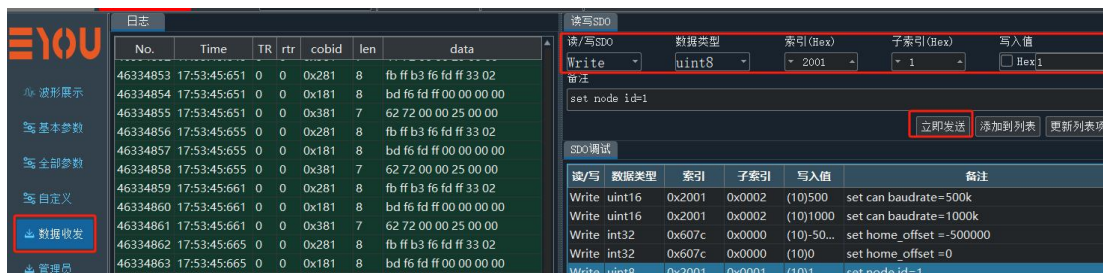

图 3-19 SDO 读写界面图
- 4) <SDO 读写>: 以上参数修改是通过 UI 界面的编辑框, 也可以采用<数据收发>界面下的<读写 SDO>功能进行参数修改, 如图 3-19 所示: